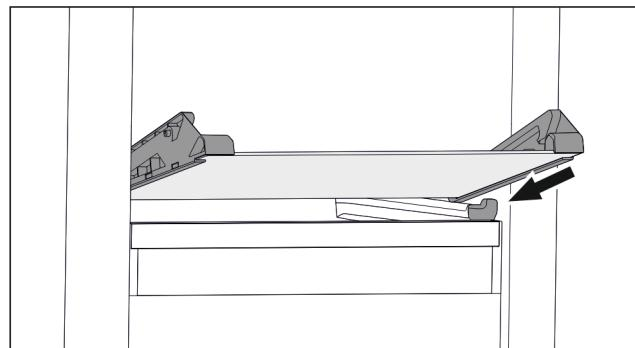

Fig. 108 Стъклена плоча на накланящото се чекмедже
- Поставете стъклена плоча под ъгъл зад ограничителите. (виж Fig. 108)